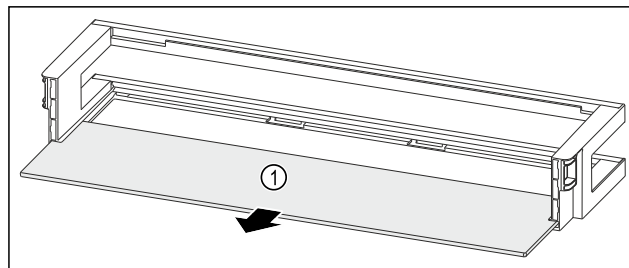

Fig. 136 Dveřní přihrádka s odkládací plochou
- Odkládací plochu Fig. 136 (1) odeberte.